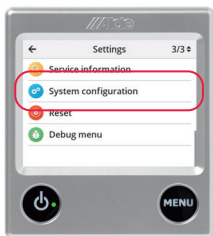

fig. 5
2. Sélectionnez "Configuration du système" en parcourant les paramètres avec la vue de la page en haut à droite, fig. 5.